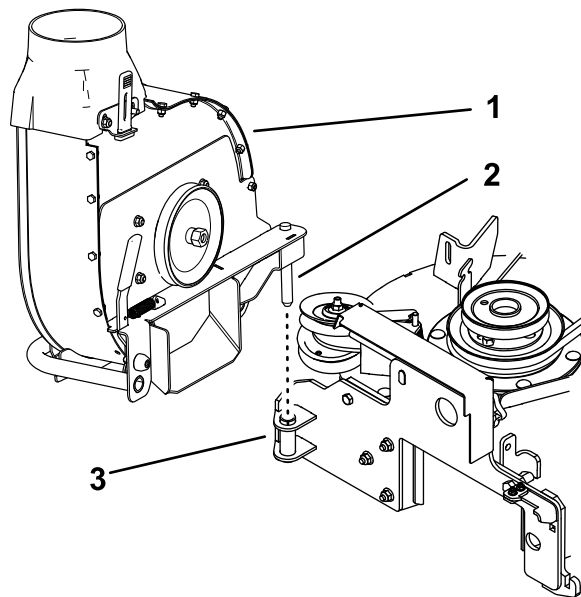

図 4
2. 図4のように、ブロアアセンブリから出ているピンをブロアの取り付けブラケットに挿入する。ブロアはブロアマウントにラッチで固定しないこと。